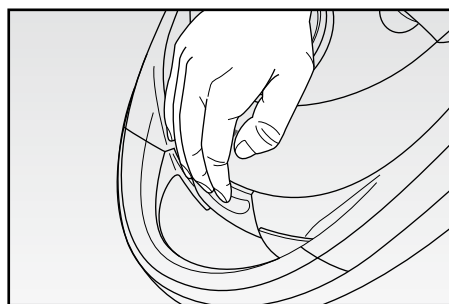

Fig. 8
- Aprire il comparto sacchetto spingendo verso l'esterno l'apposita levetta (FIG. 8).